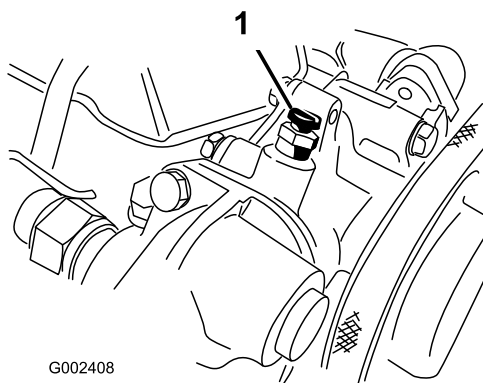

Bild 65
6. Öffnen Sie die Entlüftungsschraube oben an der Wasserpumpe (Bild 65).